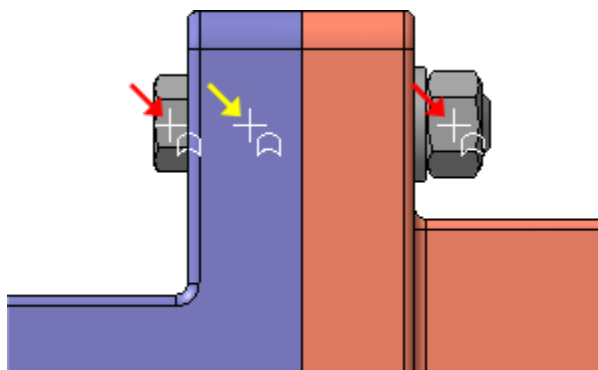

Рисунок 40.
- Укажите плоскую грань Вилки (желтая стрелка) (рис.40).